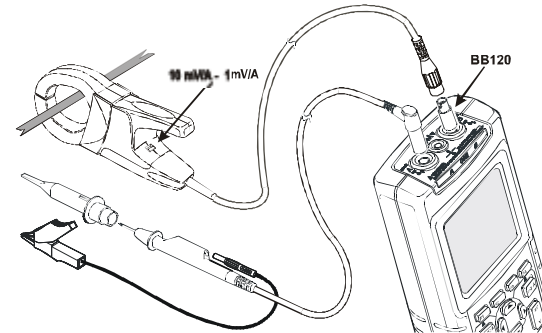

Figura 3-1. Conexiones de entrada para los armónicos
- ① Conecte las entradas según se indica en la figura 3-1.